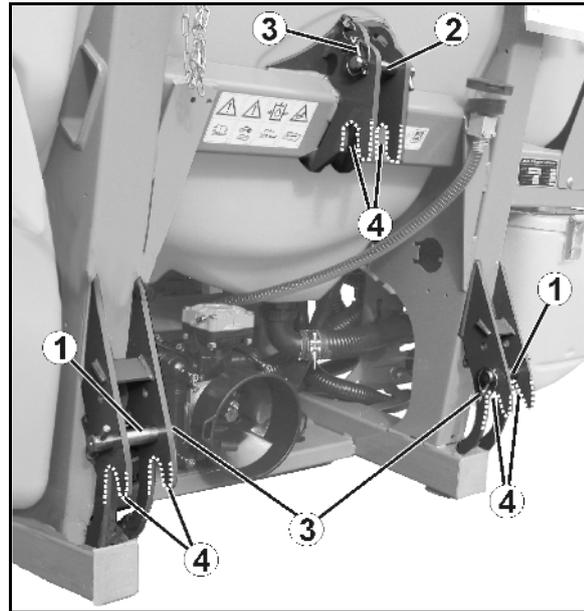

Fig. 27
- nach hinten (Fig. 27/1) in Abstellposition schwenken.
- nach vorne (Fig. 27/2) in Transportstellung schwenken.